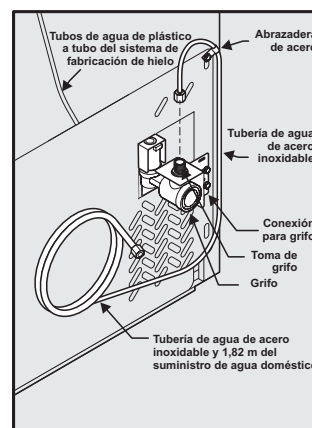

Figura 2
- Si utiliza tubos de acero inoxidable, la tubería ya tiene instalados la tuerca y el casquillo. Deslice la tuerca de compresión en la toma del grifo y apriétela a mano en el grifo. Luego utilice una llave para darle otra media vuelta, pero SIN apretarla en exceso. Consulte la Figura 2.